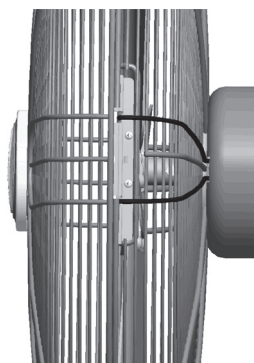

FIGURE 13
26. Aligner les deux extrémités du support de verrouillage avec les deux encoches dans la languette au sommet de la grille avant. Presser les deux extrémités du support de verrouillage dans les deux encoches dans la languette au sommet de la grille avant. Voir Figure 13.